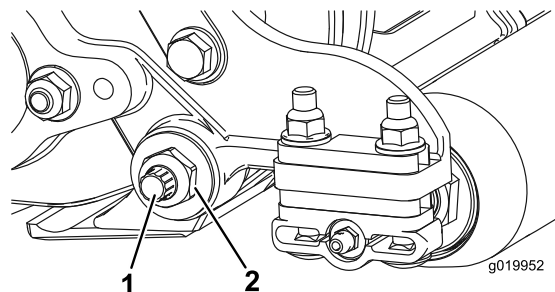
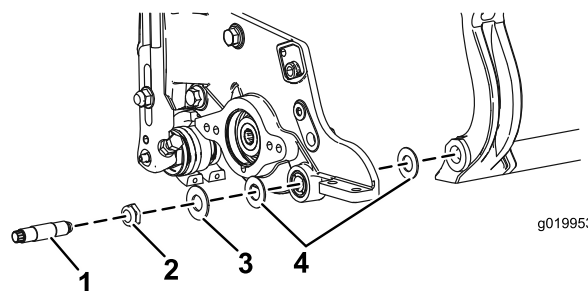
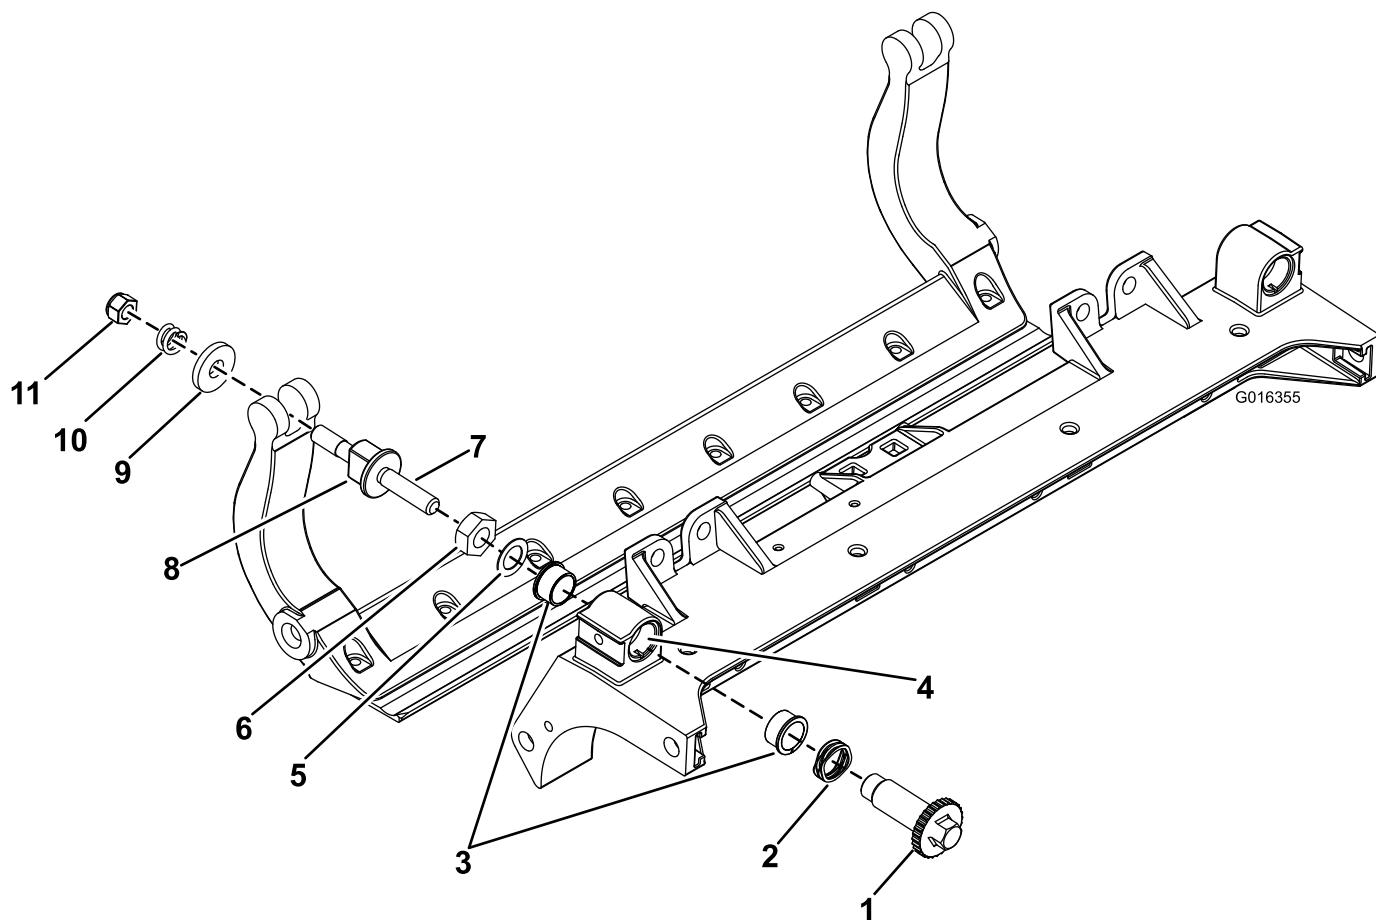

図 26
図 27
図 29
3. ベッドバーボルト図 26を固定しているロックナット機体両側をゆるめる。
4. 各ベッドバーボルトを抜いて、ベッドバーを下に引き抜いて外す図 26。ベッドバーの両端にナイロンワッシャとスチールワッシャが枚ずつあるので注意する図 27。
ドプレートに固定する。ナイロンワッシャはサイドプレートの両側のボスに嵌め込む。その外側からスチール製ワッシャを取り付ける図 27。ベッドバー・ボルトを 27-33 37-45 N·m = 4.6-1.7 kg·m にトルク締めする。外側のスチール製ワッシャが手で回せなくなるまで、左右のロックナットを均等に締め付ける。その位置から、スチール製ワッシャが手で回せるようになるが、ベッドバーとのあそびは全く無い状態までロックナットをゆるめる。
9. ベッドバーボルトとボルトについているナットとワッシャ6枚で、ベッドバーを各サイドプレートに固定する。ナイロンワッシャはサイドプレートの両側のボスに嵌め込む。その外側からスチール製ワッシャを取り付ける図 29。ベッドバーボルトを 27-33 ft·lb 37-45 N·m = 4.6-1.7 kg·m にトルク締めする。外側のスチール製ワッシャが手で回せなくなるまで、左右のロックナットを均等に締め付ける。その位置から、スチール製ワッシャが手で回せるようになるが、ベッドバーとのあそびは全く無い状態までロックナットをゆるめる図 27。
1. 全部のパーツを取り外すHD DPA キットモデル 120-7230の 取り付け要領書および図 29を参照。
2. Cuttingユニットのセンターフレームのブッシュ挿入場所にネバーシーズを塗布する図 29。
3. フランジブッシュのキーとフレームのキー溝を揃えて、ブッシュを挿入する図 29。
4. アジャスタシャフトにウェーブワッシャを通し、アジャスタシャフトをCuttingユニットのフレームのフランジブッシュに通す図 29。
5. 平ワッシャとロックナットでアジャスタシャフトを固定する図 29。ロックナットを 15-20 ft·lb 20-27 Nm=2.1-2.8 kg·m にトルク締めする。